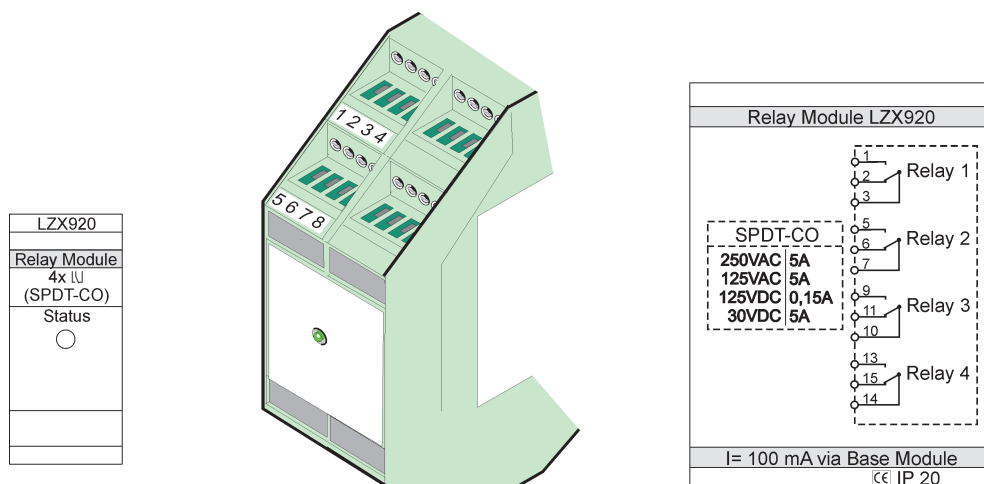

Figura 77 Módulo de relé externo
3. Realice las conexiones adecuadas como se muestra en la Figura 77 y en la Tabla 50.